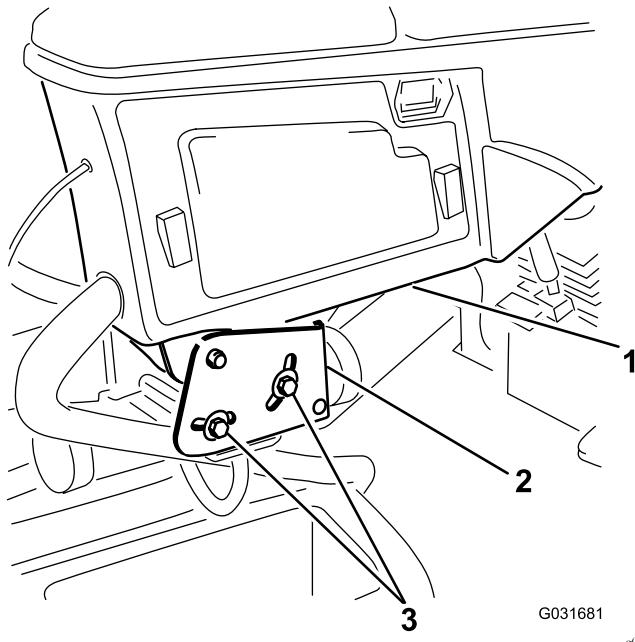

Figure 3
- Desserrez les 2 boulons qui fixent le bras de commande à la patte de retenue (Figure 3).